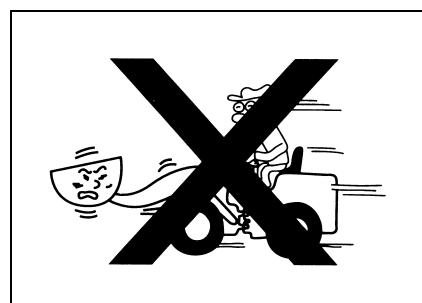

Рис.1-72
- Двигатель должен работать стablyно, категорически запрещается совершать поворот при высокой скорости движения (рис. 1-72).